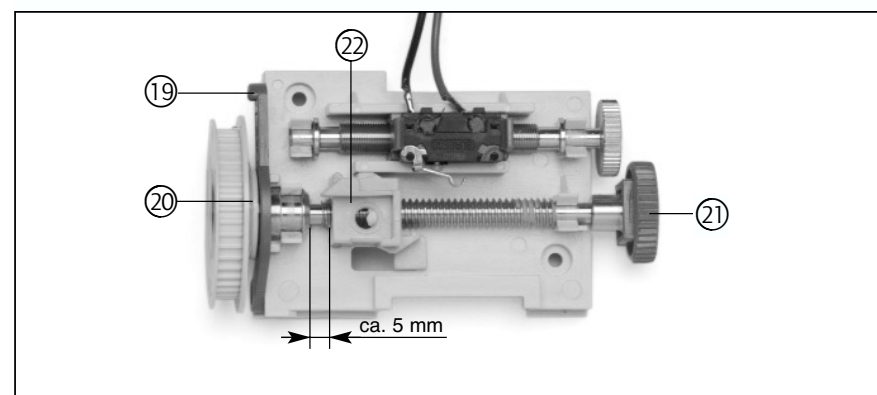

Рис. 9: Регулировка опорной точки (ворота закрыты)
- Разблокируйте шпindel выключателя, передвинув вперед рычаг холостого хода (19) и нажав на внутренний поводковый диск (20) ходового колеса в сторону шпинделя (см. рис. 9).
- Поворачивайте колесико с накаткой (21) по часовой стрелке до тех пор, пока каретка (22) не окажется на расстоянии около 5 мм от левой скошенной кромки шпинделя выключателя (см. рис. 9).